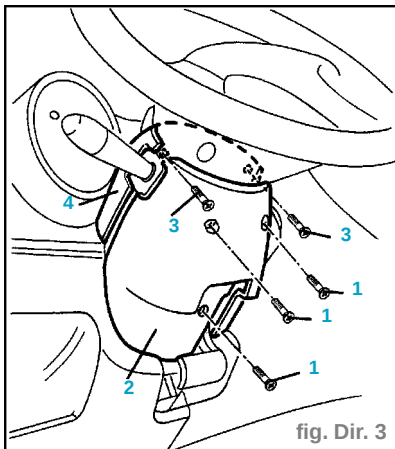

fig. Dir. 3
- Mettre les roues droites (1) (fig. Dir. 3).